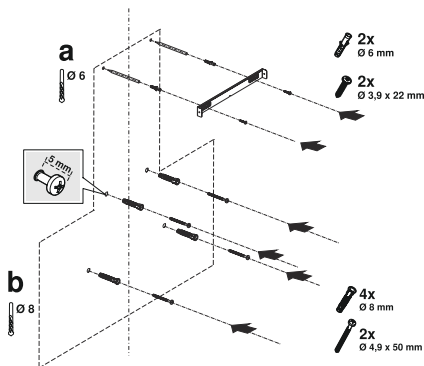

Fig. 10
1. ➤ Tegn en lodret lige streg midt på loftet og ned til midt underkant emhætte (Fig. 10).
2. ➤ Placere skorstensbeslaget midt i stregen lige under loftet. Du kan se midten af beslaget, der er en trekant samling midt i. Kontrollere at den er vandret og lige og markere nu ved hjælp af en blyant de 2 huller der skal bores ud til skorstenbeslaget (Fig. 10/a).
Placere skorstensbeslaget midt i stregen lige under loftet. Du kan se midten af beslaget, der er en trekant samling midt i. Kontrollere at den er vandret og lige og markere nu ved hjælp af en blyant de 2 huller der skal bores ud til skorstenbeslaget (Fig. 10/a).
Bor nu et Ø6mm hul til skorstenbeslaget og indsæt efterfølgende 2 stk Ø6mm rawplugs (Fig. 10/a). Skru nu beslaget fast med 3,9x22 skruer (Fig. 10/a).
3. ➤ Placere monteringskabelonen på væggen, hvor emhætten skal være og markerer nu de områder, hvor der skal bores (Fig. 10/b).
4. ➤ Bor et Ø8mm til beslagene på toppen af emhætten og indsæt rawplugs (Fig. 10/b).
Benyt nu 2 stk 4,9x50 skruer og spænd skruerne med 5 mm mellemrum mellem skruetop og væggen. (Fig. 10/b).
- Placere skorstensbeslaget direkte på væggen under loftet eller markere punkt E og F ved hjælp af monteringsskabelonen (Fig. 10).
- Bor nu punkt E og F med et Ø6mm bor og indsæt efterfølgende rawplugs. Montere nu beslaget fast med 3,9x22 skrueerne (Fig. 10).